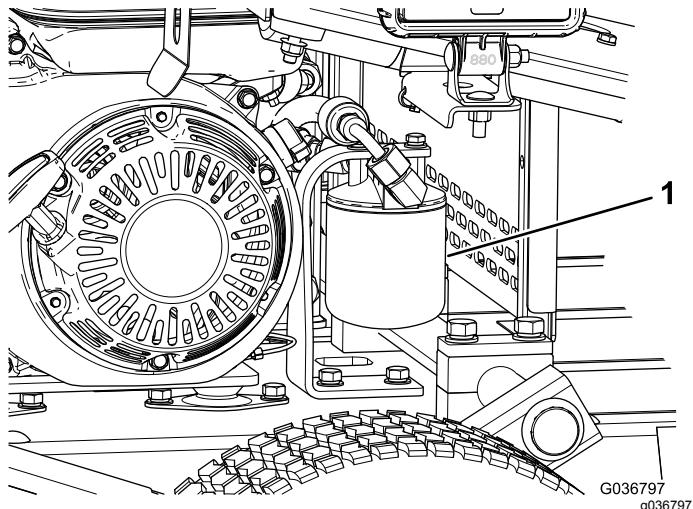

Figura 37
- Coloque un recipiente debajo del filtro y retire el filtro (Figura 37).